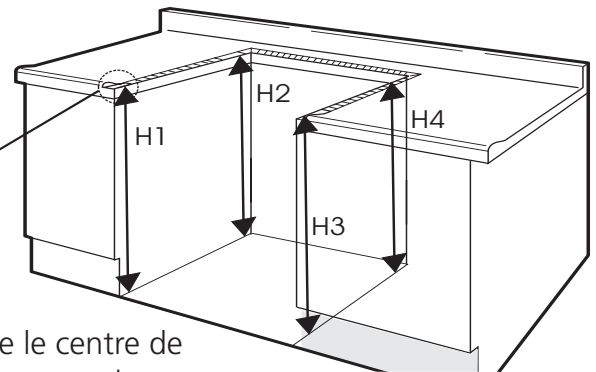

Figure 1
Le comptoir autour de l'ouverture de découpage doit être plat et à niveau (voir les parties hachurées à la figure 1).
Avant d'installer l'appareil, mesurez la hauteur des deux (2) côtés du comptoir (H1-4), avant et arrière (voir figure 1) du plancher jusqu'au dessus du comptoir.